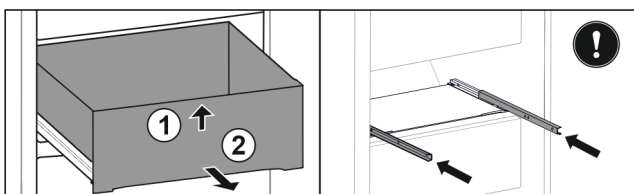

Fig. 147
- ▶ Nadzvedněte zásuvku vpředu. Fig. 147 (1)
- ▶ Vyjměte zásuvku dopředu. Fig. 147 (2)